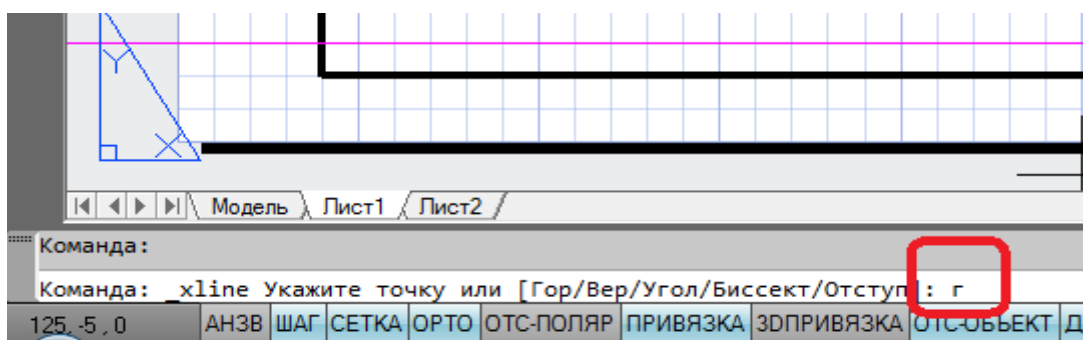

Рисунок 3.12
- для рисования горизонтальной прямой в командную строку ввести ключ "Г" (рис. 3.12).